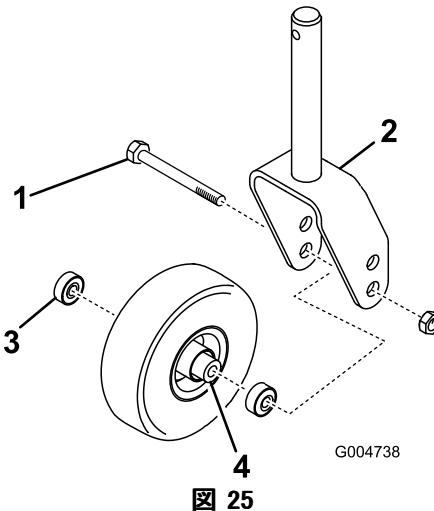

図 25
1. キャスタホイール・アセンブリをキャスタフォークの間に保持しているボルトのロックナット(図 25)を外す。キャスタホイールをつかんでおいて、ボルトをフォークまたはピボットアームから抜き取る。
2. ホイールのハブからペアリングを外して、ペアリングスペーサを床に落とす(図 25)。ホイールハブの反対側にあるペアリングを取る。